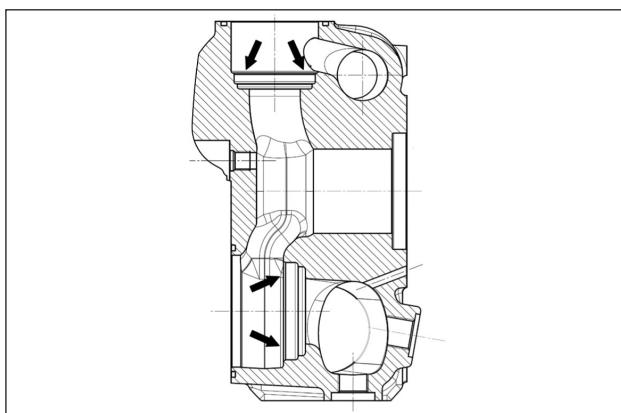

Fig. 143
**Antes de volver a colocar los grupos de válvula, limpiar y secar perfectamente los correspondientes alojamientos en la cabeza tal y como indican las flechas (pos. ①, Fig. 143).**